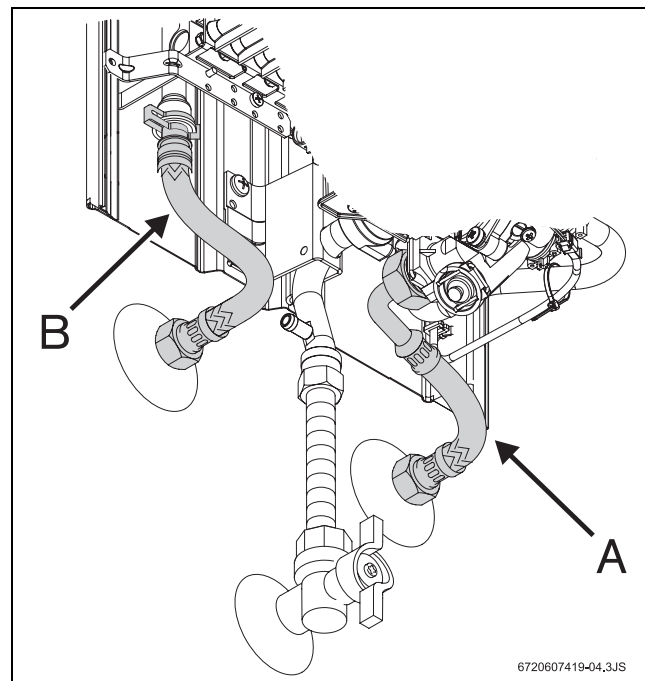

Fig. 13 Ligação da água
- ▶ Identificar a tubagem de água fria (Fig. 13, pos. A) e de água quente (Fig. 13, pos. B), de forma a evitar uma possível troca.